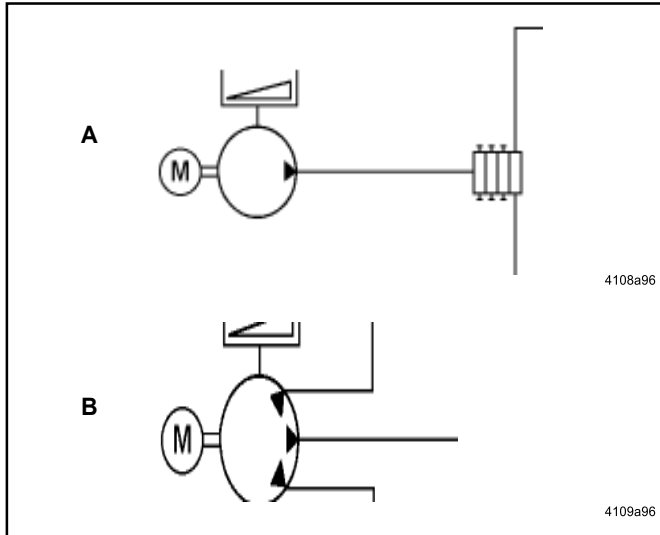

Abb. 1 - Einsatzgebiete der Mehrleitungspumpe Typ 230
- Verwendung als Zentralschmierpumpe zur Versorgung von ausgedehnten Progressiv - Anlagen (siehe A, Abb.1)
- Verwendung als Mehrleitungspumpe zur direkten Versorgung von einzelnen Schmierstellen (siehe B, Abb. 1).